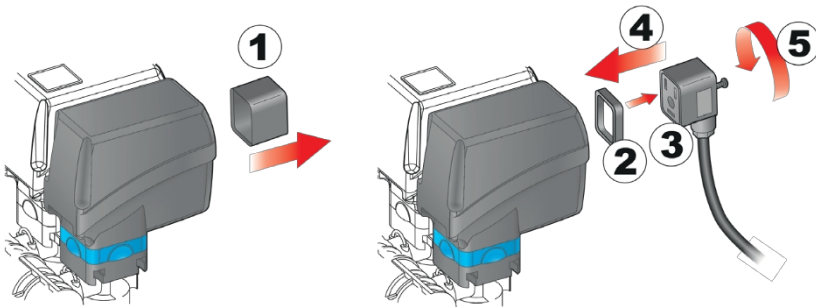

Fig. 23
- Alle ventiltilslutninger skal forsynes med tætninger, før de tilsluttes (fig. 23).
- Fjern beskyttelseshætten (1, fig. 23) fra den elektriske ventil.
- Sæt pakningen (2) på stikket (3), og skub stikket helt på (4): Pas på ikke at bøje kontakterne, når de sættes på ventilen.
- Spænd skruen (5) helt i bund.